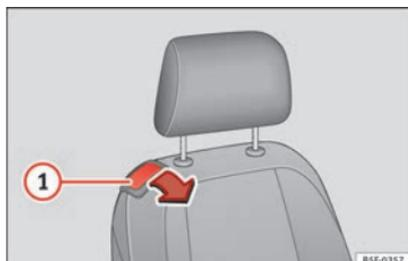

Fig. 108 Sedile del passeggero anteriore: leva di ribaltamento dello schienale.
- Tirare la leva ① »» fig. 108 e spingere lo schienale in avanti finché non sarà in posizione orizzontale.